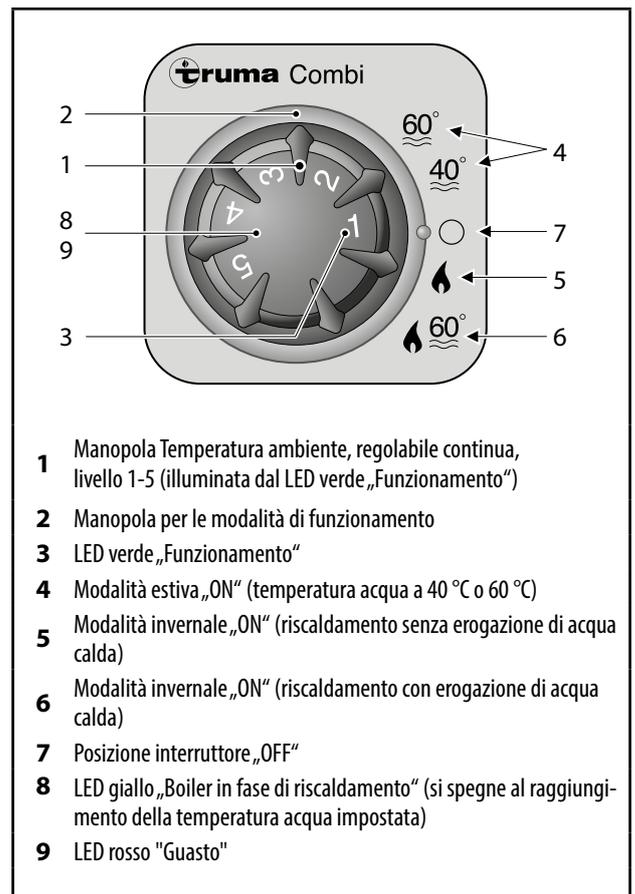

Fig. 42 Quadro di comando Truma Combi
☞ Con la manopola (Fig. 42, Pos. 2) dell'unità di comando Trumatic impostare la modalità desiderata nel modo seguente:
- Modalità estiva, posizione (Fig. 42, Pos. 4) e/o
- Modalità invernale, posizione (Fig. 42, Pos. 5 e 6)
Una volta attivata una delle due modalità, dietro la manopola si accende la spia di controllo verde (Fig. 42, Pos. 3).
Se la spia di controllo rossa è permanentemente accesa (Fig. 42, Pos. 9) ciò indica, tra altro, una valvola d'arresto della bombola del gas o una valvola d'arresto utenze chiusa, alimentazione dell'aria interrotta, aria nella condotta del gas oppure difetto di un elemento di sicurezza. Lo sblocco del guasto avviene spegnendo e riaccendendo l'apparecchio.
☞ Posizionare la manopola (Fig. 42, Pos. 2) alla temperatura desiderata dell'acqua di 40 °C o 60 °C (Fig. 42, Pos. 4). Una volta raggiunta la temperatura desiderata, il bruciatore si spegne e la spia di controllo gialla „Boiler in fase di riscaldamento“ (Fig. 42, Pos. 8) si spegne. Questa funzione è possibile solo in modalità estiva. Il bruciatore opera nel corrispondente livello più basso.
1. Girare la manopola (Fig. 42, pos. 2) in posizione (Fig. 42, pos. 6).
2. Girare la manopola (Fig. 42, pos. 1) alla posizione di termostato desiderata (1 – 5) per la temperatura ambiente. La spia di controllo verde „Funzionamento“ (Fig. 42, pos. 3) è accesa e indica la posizione della temperatura ambiente impostata. Al raggiungimento della temperatura ambiente impostata, il bruciatore commuta al livello più basso e l'acqua nel boiler viene riscaldata a una temperatura di 60 °C.
La spia di controllo gialla „Boiler in fase di riscaldamento“ (Fig. 42, pos. 8) indica la fase di riscaldamento e si spegne una volta raggiunta la temperatura dell'acqua.
1. Girare la manopola (Fig. 42, pos. 2) in posizione (Fig. 42, pos. 5).
2. Girare la manopola (Fig. 42, pos. 1) alla posizione di termostato desiderata (1 – 5) per la temperatura ambiente. La spia di controllo verde „Funzionamento“ (Fig. 42, pos. 3) è accesa e indica la posizione della temperatura ambiente impostata. Al raggiungimento della temperatura ambiente impostata il riscaldamento si spegne. Con boiler pieno viene riscaldata automaticamente anche l'acqua.
In questa posizione di funzionamento la spia di controllo gialla „Boiler in fase di riscaldamento“ (Fig. 42, pos. 8) si accende soltanto a temperature dell'acqua inferiori a 5 °C.
2. Girare la manopola (Fig. 42, pos. 1) alla posizione di termostato desiderata (1 – 5) per la temperatura ambiente. La spia di controllo verde „Funzionamento“ (Fig. 42, pos. 3) è accesa e indica la posizione della temperatura ambiente impostata. Al raggiungimento della temperatura ambiente impostata il riscaldamento si spegne.
1. Girare la manopola (Fig. 42, Pos. 2) in posizione ○ (Fig. 42, Pos. 7).